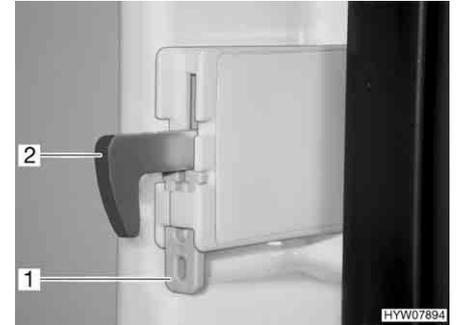

Bild 159 Fixierung Verriegelungshaken
- Die Fixierung (Bild 159,1) nach oben drücken. Der Verriegelungshaken (Bild 159,2) wird nach oben gedrückt und ist außer Funktion.
- Den Verriegelungshaken (Bild 159,2) nach unten drücken. Der Verriegelungshaken ist wieder in Funktion.